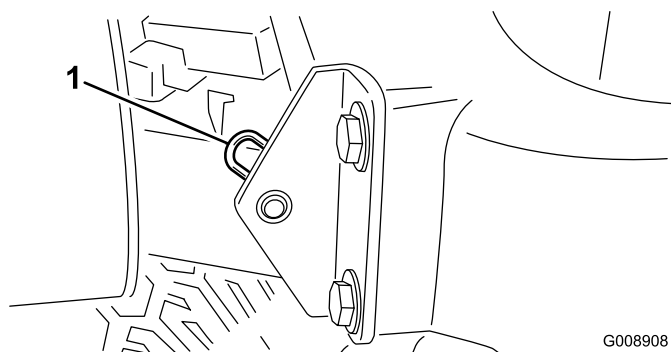

Figura 29
- 2. Retire el pasador que fija el pivote del capó a los soportes (Figura 29).